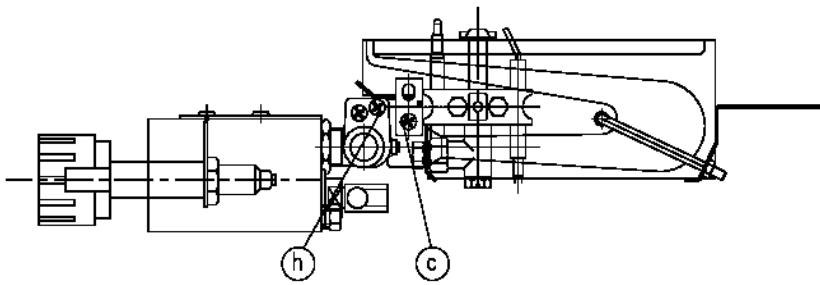

Рис. 4
- ж) Отвинтите 4 винта **h** и крепежный винт группы запальника **c**; отделите горелку от группы клапан - газовая труба (рис. 4)